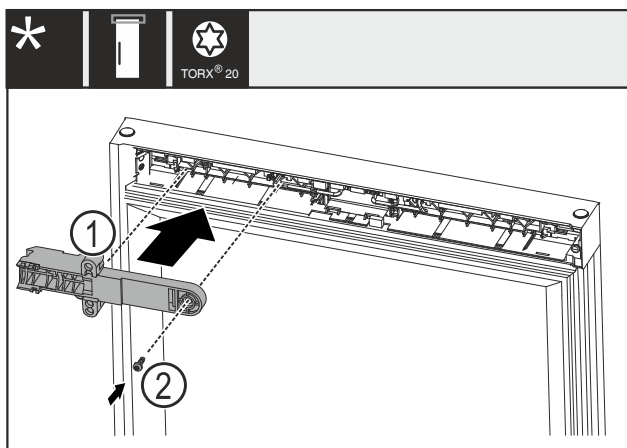

Fig. 22
- ▶ Поверніть фіксуючу частину замка Fig. 22 (1) на 180° і встановіть її з протилежного боку.
- ▶ Закріпіть фіксуючу частину замка Fig. 22 (1) гвинтом Fig. 22 (2).